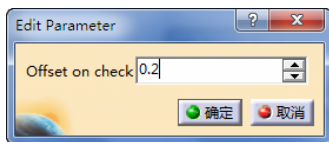

图 3-120 定义检查余量 (7)
- 定义检查余量 (7)。双击“Offset on part”，弹出“Edit Parameter”对话框，可设置余量大小为“0.2” mm，如图 3-120 所示。